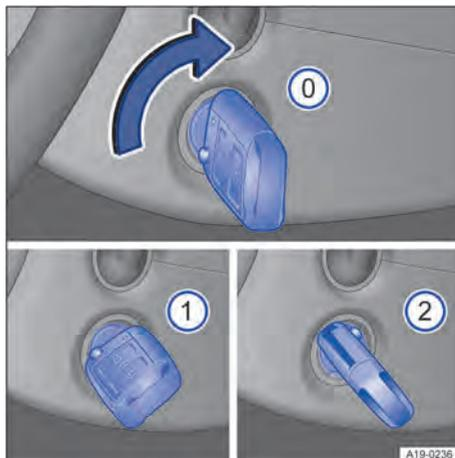

Fig. 102 Ao lado do volante à direita: posições da chave do veículo no cilindro da ignição.
Posições da chave do veículo → Fig. 102:
- 2 Pisar no pedal do freio quando a luz de controle estiver acesa em verde. Dar partida no motor. Quando o motor tiver começado a funcionar, soltar a chave do veículo. Ao soltar, a chave do veículo retorna à posição → Fig. 102 1.